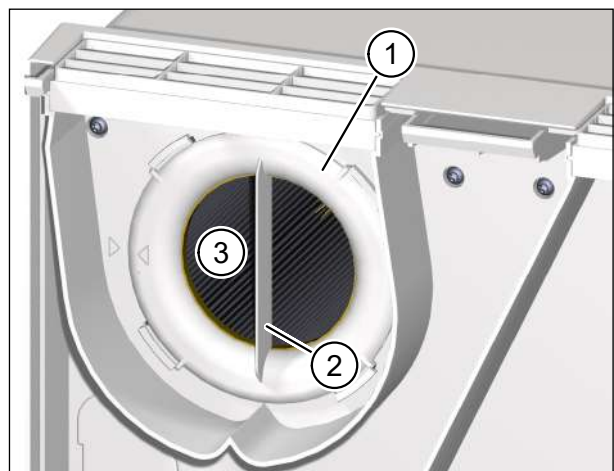

Abb. 20: Abluftfilter entfernen
- ▶ Drehen Sie den Filterring (Pos. 1 in Abb. 20) an der Griffleiste (Pos. 2 in Abb. 20) gegen den Uhrzeigersinn, bis sich der Filterring aus den Halterungen gelöst hat.
- ▶ Ziehen Sie den Filterring zusammen mit dem Abluftfilter (Pos. 3 in Abb. 20) aus dem Lüftungsgerät heraus.
- ▶ Kontrollieren Sie die Position des Filterrings. Die Griffleiste muss senkrecht stehen und der Pfeil auf dem Filterring muss mit dem Pfeil der Arretierposition fluchten (siehe Abb. 20 auf Seite 36).